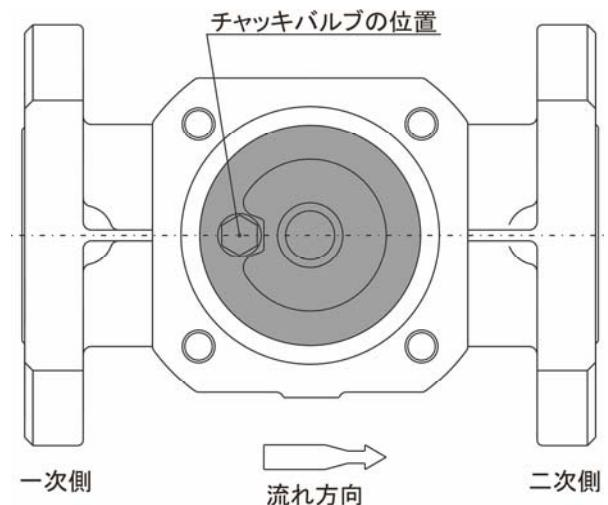

図19
- ・ピストンをライナー内に挿入してください。ピストンはチャッキバルブのある位置が、下図19のようになるよう組み込んでください。